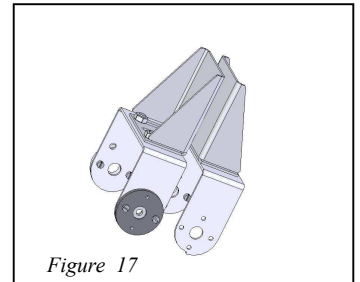

Figure 17
**Étape 12 :** Placer les mors de pince (19) sur les deux fourches (11 & 12), attention, la fourche pour pince (10) est légèrement évidée sur l'un de ces côtés, placer la partie évidée du côté de l'autre fourche (11), voir figure 17.